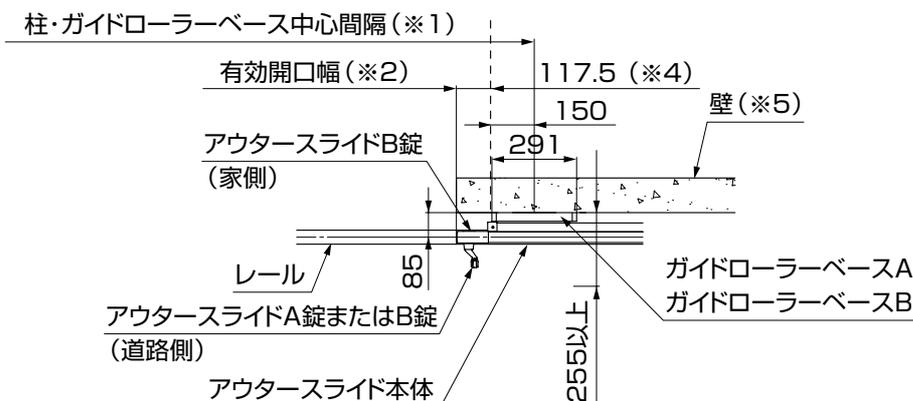

図1-10
- アウトースライドB錠を使用する場合は、壁の位置を有効開口幅に合わせることができます。(※4) (図1-10参照)